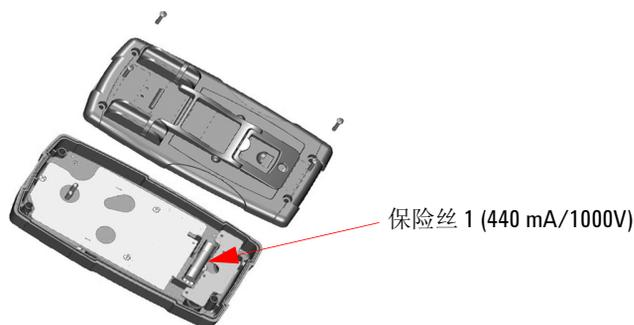

图 4-2 更换保险丝 1
- 3 通过撬松保险丝的一端，使其离开保险丝支架，轻轻取下已损坏的保险丝，请参阅图 4-2。